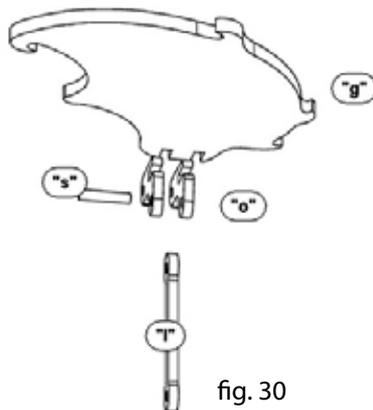

fig. 30
Liberare le ali "g" (insieme "C") gli elementi "o" e "l" (insieme "D"), prendere 2 perni "v" ed assemblargli come da fig. 30 e 31.
1. Free the wings elements "g" (SET "C"), the elements "o" and "l" (SET "D"), then take the two pins "v" and assemble them as shown in Fig. 30 and 31.